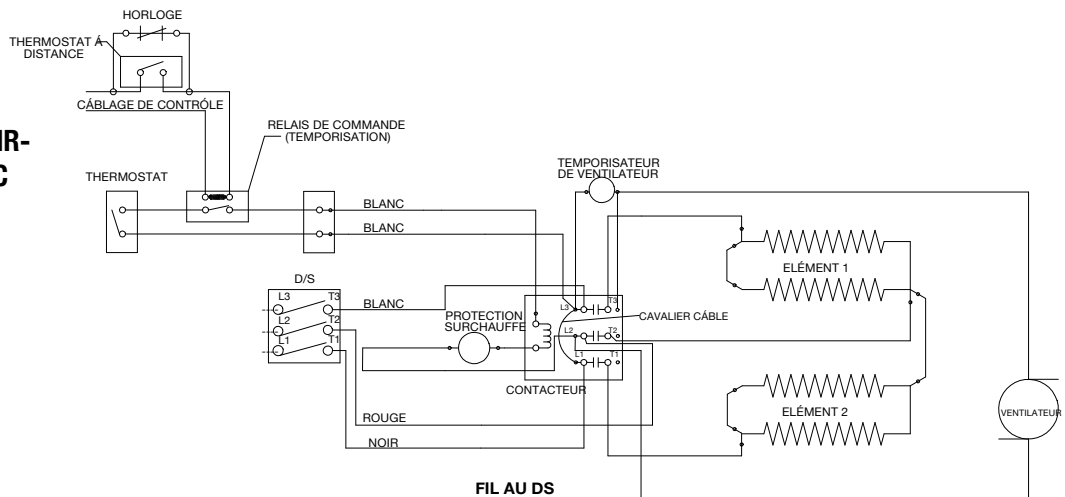

Figure 6
1. Installer le relais de commande comme illustré sur la figure 6.